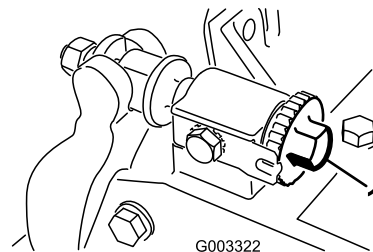

图 12
2. 逆时针旋转底刀架调节螺丝确保底刀架不与滚刀接触图 12。